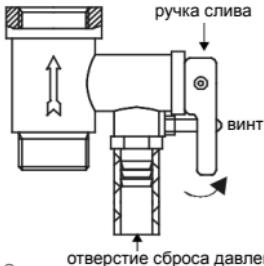

Рис. 6
4. На входной патрубок обозначенный голубым цветом и стрелкой направления течения воды накрутите предохранительный клапан так, чтобы течение воды совпадало с направлением стрелки на корпусе клапана. На отверстие сброса давления предохранительного клапана (см. рис. 6) оденьте дренажную трубку* для отвода воды (возможно появление при нагревании) в канализацию.
6. Воду можно слить через обратный предохранительный клапан, для этого нужно открутить винт, фиксирующий ручку слива, обратного предохранительного клапана и перевести её в верхнее положение, при этом кран выхода горячей воды должен быть открыт, а кран подачи холодной воды в водонагреватель должен быть перекрыт (смотри рис. 6). Никогда не сливайте воду, если ее температура выше 50 °C, т. к. это может привести к ожогам.